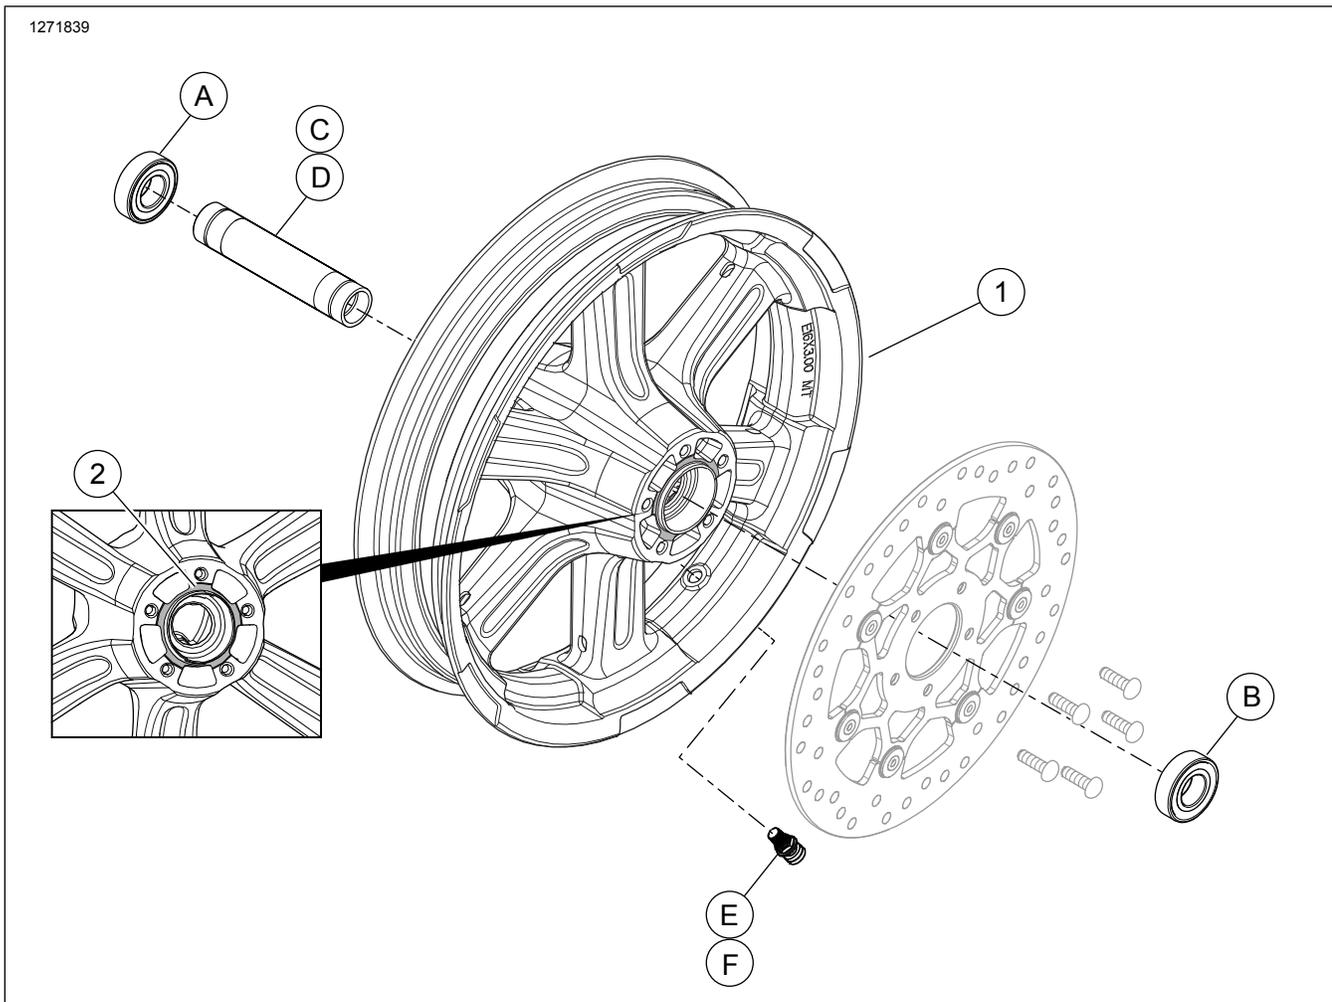

图1。维修零件：后轮（图示为16英寸车轮）
参见图1和表2。
2. 图1在车轮上安装阀杆组件。参见维修手册中的“轮胎”。